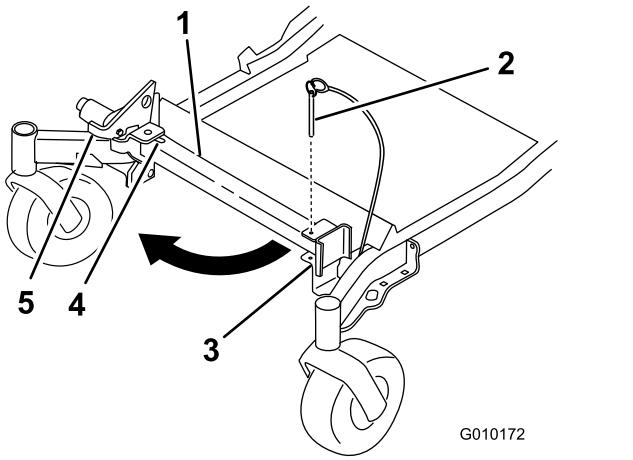
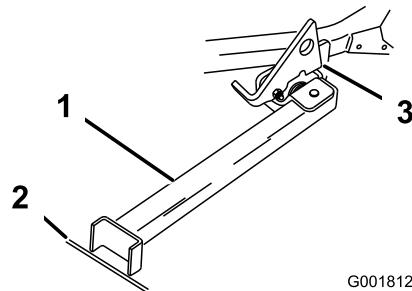

Figura 32
Figura 33
2. Retire el pasador del soporte (Figura 32).
4. Gire el pie del soporte hacia adelante, y deslice el soporte hacia la máquina, hasta que encaje en la parte de abajo de la ranura (Figura 32 y Figura 33).
5. Ponga el pie del soporte en el suelo con el enganche descansando sobre la pestaña de giro (Figura 33).
**Nota:** Para obtener los mejores resultados, coloque el pie del soporte en una ranura de la acera o en el césped (Figura 33).
7. Conduzca la máquina sobre el soporte. Pare cuando el enganche caiga por encima de la pestaña a la posición bloqueada (Figura 33).
- 5. Ponga el soporte de nuevo en su posición de descanso (Figura 32).